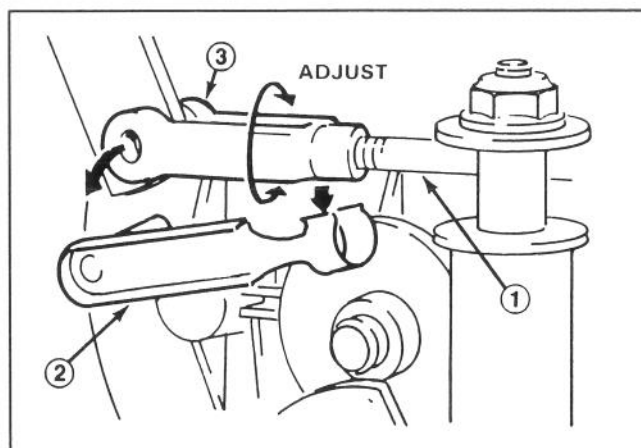

Fig. 16
14. Individuate la punta del tirante d'innesto dell'apparato falciante, alla sinistra della trasmissione (Fig. 16). Rimuovete il fermo del perno con testa e girate quest'ultimo per allungare o accorciare il tirante fin quando non otterrete il gioco desiderato tra la cinghia e la puleggia.